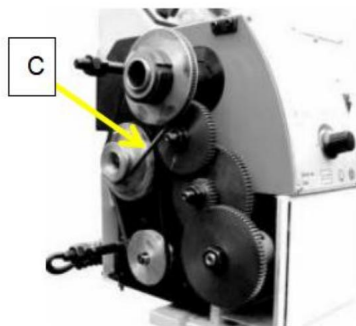

Fig. 16
2. Réglez la courroie trapézoïdale (C, Fig. 16) à la position correspondante.